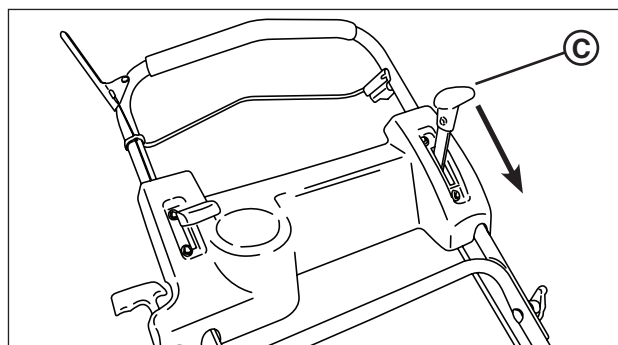

Figure 25: La commande de vitesse de déplacement
1. Déplacez la commande de vitesse de déplacement (A, Figure 25) à la position « rapide ».